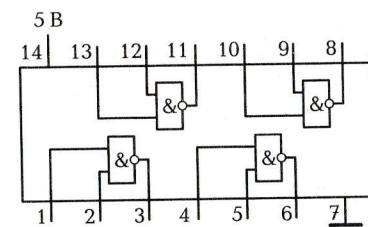

Рис. 3.9. Схема для изучения логического элемента И—НЕ в составе микросхемы K155ЛА13:
- Соберите схему на макетной плате в соответствии с рис. 3.9.